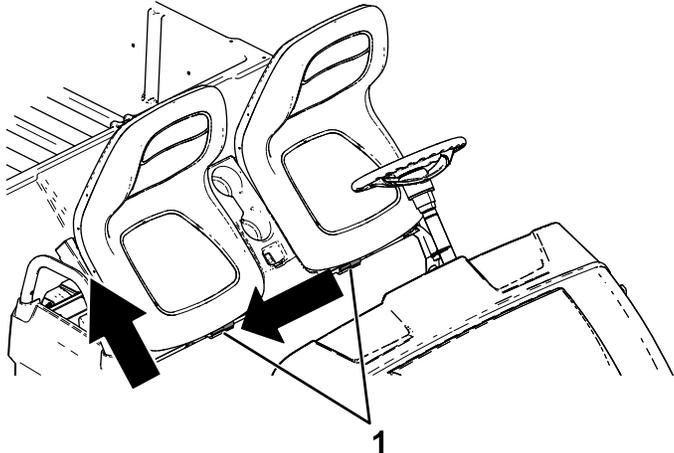

Figura 26
2. Deslize o conjunto do banco para o lado, afastando dos pinos, e levante o conjunto do banco para cima (Figura 26).